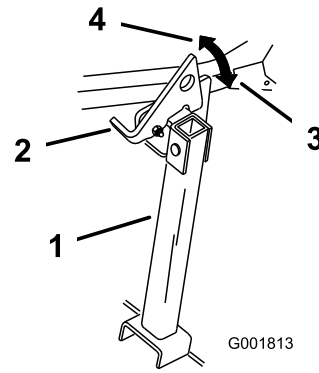

Bild 34
- Heben Sie den Riegel in die entsicherte Stellung an (Bild 34).